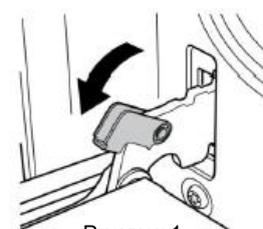

Рисунок 1
① Полностью откройте дверцу и потяните замок на петле дверцы назад (Рисунок 1). С обеих сторон дверцы духовки предусмотрены два замка.